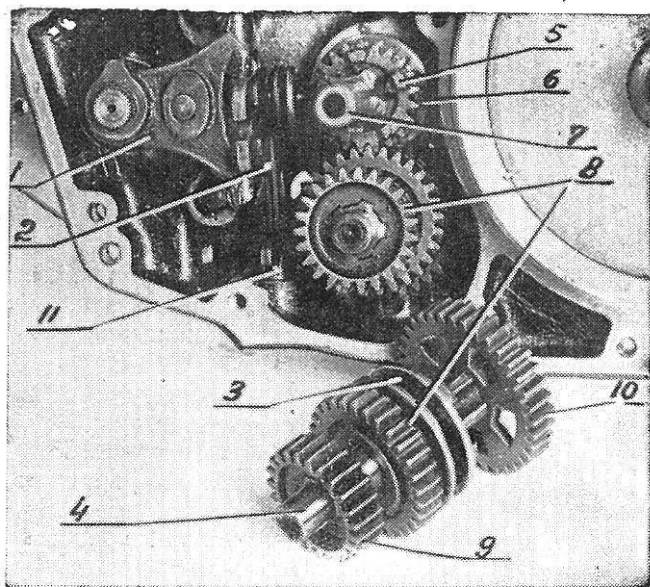

Рис. 14.
Перемещение шестерен (6), рис. 12, осуществляется поворотом сектора переключения (2) рис. 14, на котором сидит кулачок входящий в кольцевую выточку (3) подвижной шестерни(8) промежуточного вала.
Поворот сектора переключения (2) производится педалью (6) рис. 1, закрепленной на валике переключения (24) рис. 5, и собачкой (43) рис. 5 (1 рис. 14), связанной с валиком переключения внутри коробки.
В эти выемки заходит шарик фиксатора (11) рис. 14, предохраняющая каретку от самовыключения.